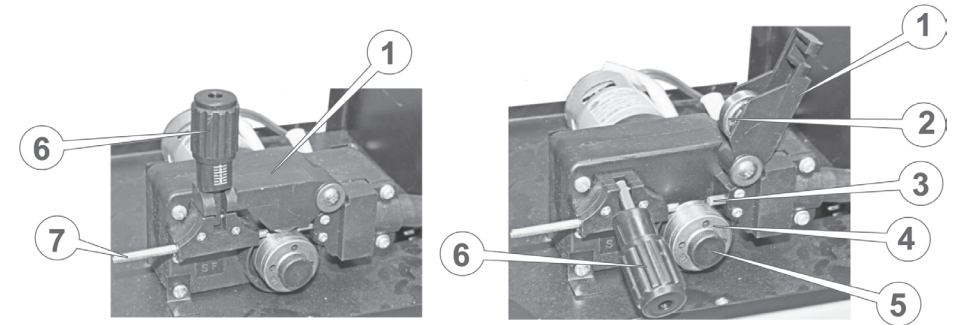

Рисунок 3. Заправлення зварювального дроту у механізм подачі.
3. Вставити зварювальний дріт у механізм подачі (2, рис. 2; рис. 3). Для чого необхідно виконати низку таких дій:
- послабити притискний гвинт (6, рис. 3) і відкинути кронштейн із ним убік, як зображено на рисунку 3;
- підняти планку (1, рис. 3) з притискним роликом (2, рис. 3) для доступу до напрямних механізму протягування;
- переконайтеся в тому, що на кінці дроту немає задирок, здатних пошкодити внутрішню частину тракту, і вставити зварювальний дріт у напрямний канал (7, рис. 3) та обережно просунути його у вхідний отвір зварювального рукава (3, рис. 3) на 100–150 мм;
- вкласти зварювальний дріт у канавку ролика подачі (4, рис. 3) під вибраний дріт діаметром 0,6; 0,8; 1,0 мм (3 положення), за необхідності змінити положення ролика.
Для зміни положення ролика подачі необхідно відкрутити фіксувальний гвинт (5, рис. 3), встановити ролик потрібним боком і зафіксувати.
Планку з притискним роликом повернути до робочого стану і притиснути її гвинтом (6, рис. 3).